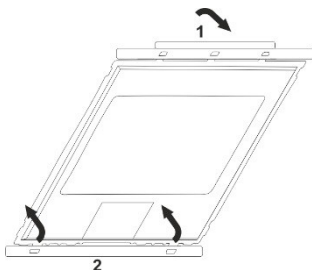
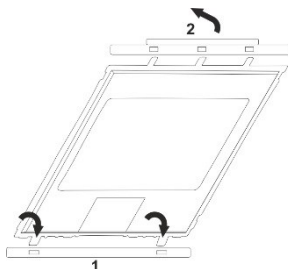

Рисунок 1
Рисунок 2
**Замена светофильтра:** отстегните держатель светофильтра (см. Рисунок 1, стрелка 1). Затем выньте светофильтр из пазов крепления (см. Рисунок 1, стрелки 2). Установите в рамку новый светофильтр в пазы крепления (см. Рисунок 2, стрелки 1). Убедитесь, что светофильтр правильно установлен в рамке, затем пристегните держатель светофильтра (см. Рисунок 2, стрелка 2).
**Замена внешнего защитного стекла:** снимите светофильтр (см. Рисунок 1), затем снимите внешнее защитное стекло из рамки. Установите новое защитное стекло в рамку, установите светофильтр обратно (см. Рисунок 2).
**Замена внутреннего защитного стекла:** снимите светофильтр (см. Рисунок 1), подцепите защитное стекло тонким предметом через выемку в нижней части светофильтра и потяните вверх, пока оно не выйдет из края рамки смотрового окна. Вытащите защитное стекло. Затем вставьте новое защитное стекло в рамку смотрового окна. Установите светофильтр обратно (см. Рисунок 2).